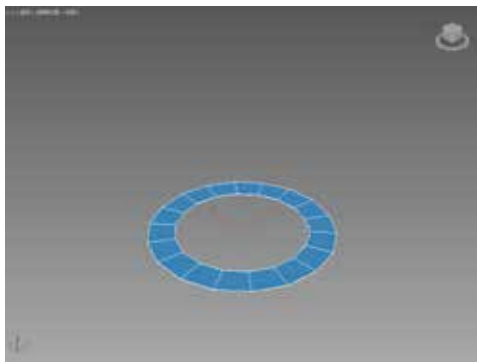

图 2-64 设置内部半径
STEP 02 释放鼠标左键并向内拖动鼠标创建管状体内部半径，如图 2-64 所示。